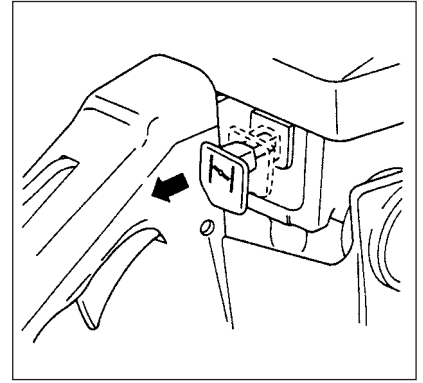

Fig. 2-3
2. Den Choke bis zum Anschlag herausziehen. Die Drosselklappe wird dadurch in Anlaßstellung arretiert. (Fig.2-3)